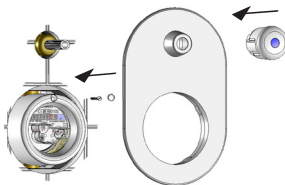

Bild 10 (Verplombung Miniblock Duo)
- Wie Unterputz-Installation. Zusätzlich nach Rosettenmontage den Ventilgriff mit eingedrücktem Griffplättchen (rot Warmwasser, blau Kaltwasser) auf Langspindel aufstecken (Bild 10).